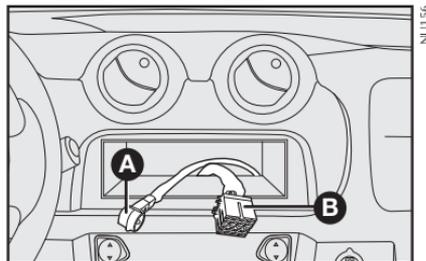

fig. 91
- cabo e plugue de alimentação elétrica para o autorrádio **B-fig. 91**.
- cabo e conector para antena de teto **A-fig. 91**.
- cabos e plugue para conexão dos alto-falantes e tweeters **B-fig. 91**.
- cabo de alimentação do autorrádio **B-fig. 91**.
- cabo para tweeter e alto-falante dianteiros e traseiros **B-fig. 91**.